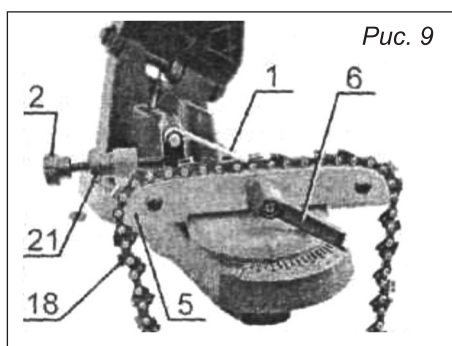

Рис. 9
- Перекиньте упор 1 (рис. 9) вправо и вращением винта 2 переместите его в положение, при котором он упрётся в зуб, с которого Вы хотите начать заточку, поднимите корпус 10.
- Поднимите упор 1 (рис. 9) и уложите цепь 18 в направляющие 5.